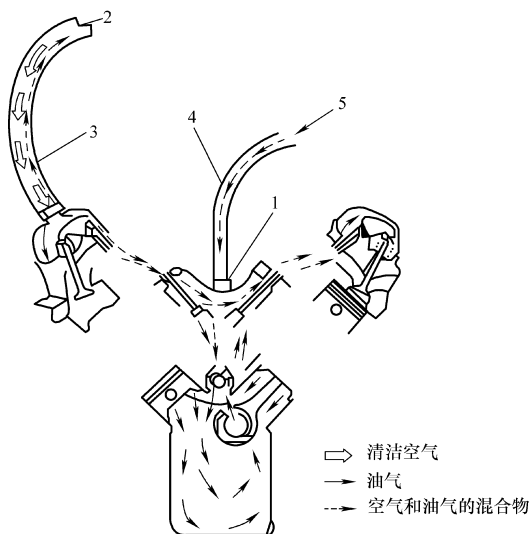

图 1-10 PCV 结构与工作原理
(1) PCV 定义 PCV 是英文 Positive Crankcase Ventilation 的缩写，中文的意思是曲轴箱强制通风控制系统。它的功用是将曲轴箱内的窜气导入发动机燃烧室燃烧，以免活塞和气缸壁之间的窜气逸入大气中，造成环境污染。
(2) PCV 结构与工作原理 PCV 装置主要由通气软管、PCV 阀组成，如图 1-10 所示。